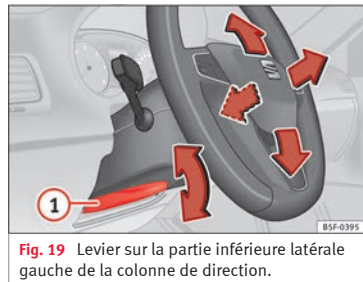

Fig. 19 Levier sur la partie inférieure latérale gauche de la colonne de direction.
• Régler la position du volant : tirez le levier **» fig. 19 ①** jusqu'en bas, déplacez le volant sur la position désirée puis remontez le levier en position de verrouillage.